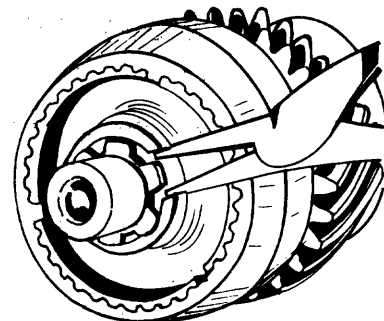

Fig. 2
- f Instale el conjunto sincronizador y coloque el seguro de fijación (fig. 2).